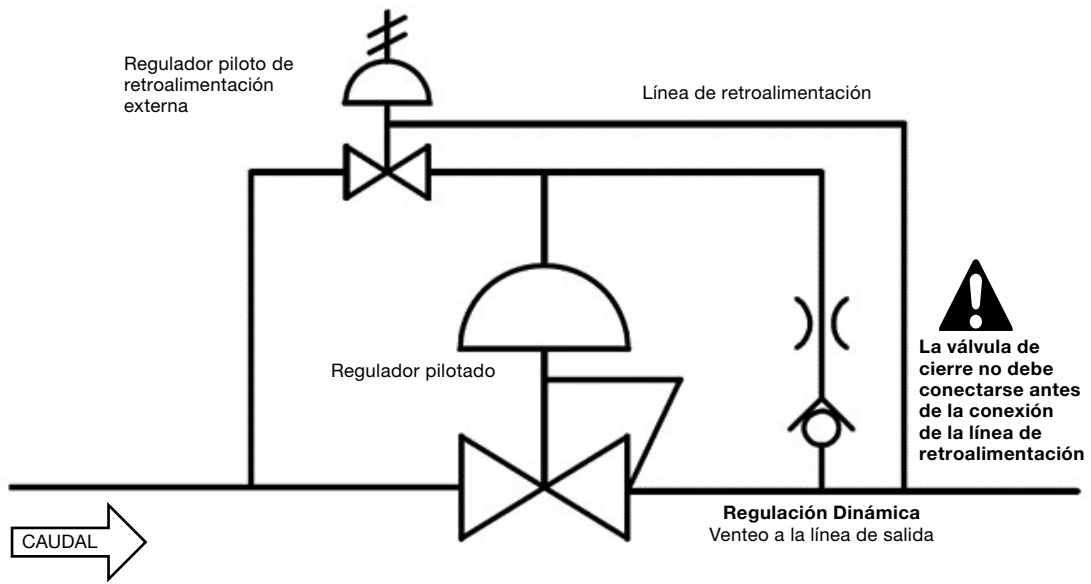

Figura 3
- **Retroalimentación externa para el control del piloto.** En esta configuración se puede conectar una línea de retroalimentación externa desde la línea de salida del regulador al regulador piloto integral (Figura 3). Esto permitirá una regulación de la presión más precisa y estable y un mejor rendimiento del droop. Lo ideal es que la línea de retroalimentación externa se conecte a una zona libre de turbulencias en la tubería aguas abajo y que sea lo más corta posible. La distancia entre la salida del regulador y la conexión de la línea de retroalimentación externa puede afectar al tiempo de respuesta del regulador. Esta distancia debe mantenerse al mínimo.